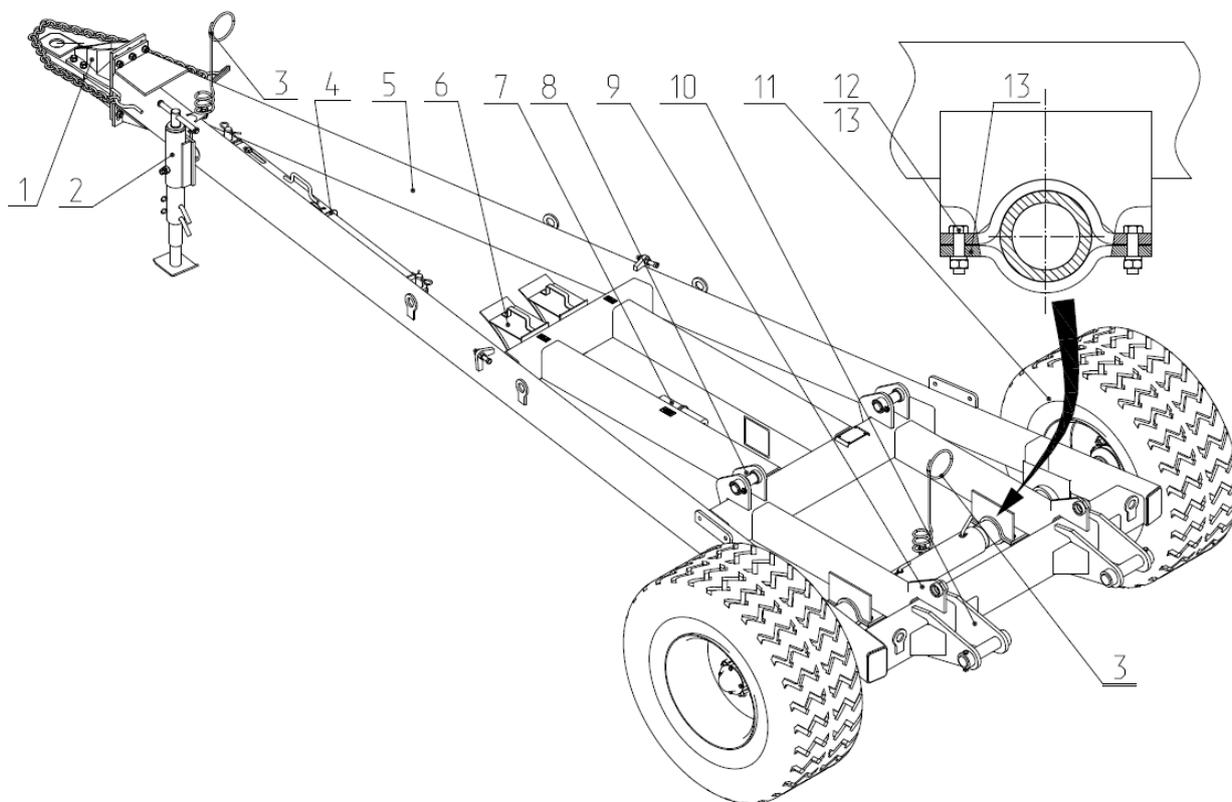
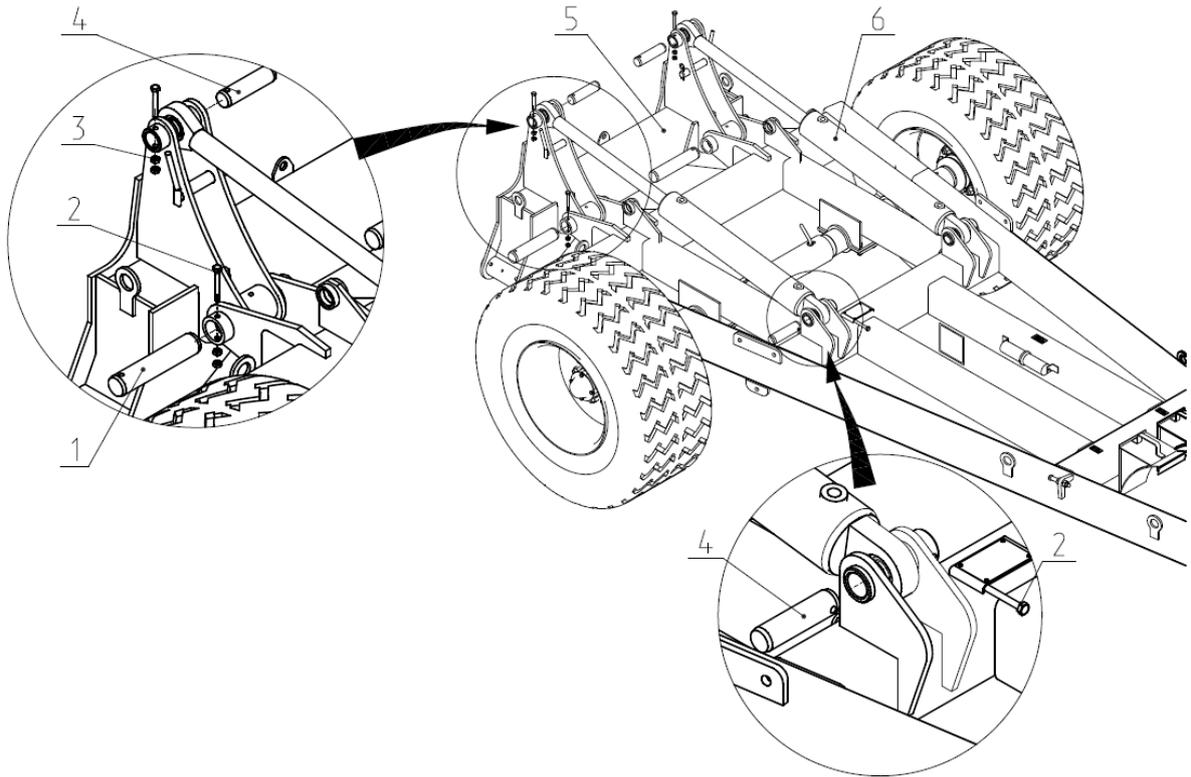

Рис.4 Сница в сборе КБП10 01.080
Рис.5 Закрепление центральной балки на снице.
2.3 Сница в сборе (рис.4) предназначена для присоединения культиватора к трактору и состоит из цельно-сваренной самой сницы 5. К снице спереди закреплен регулируемый по высоте кронштейн 1 с прицепной серьгой. На раме сницы установлены стояночная опора 2, блокировочная распорка 4, противооткатные башмаки 6, пенал с документацией 7. В посадочных седлах сницы установлен колесный мост 11 и закреплен прижимами 14. На раме сницы приварены кронштейны 8 для установки гидроцилиндров. Кронштейн 9 служит для блокировки культиватора в транспортном положении. Кронштейн 10 служит для шарнирного закрепления на снице центральной балки 5 (рис.5) культиватора.